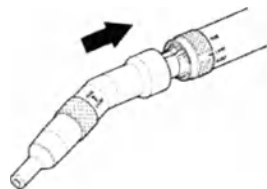

Рисунок 3. Установка насадки.
2. Правильно сориентировать насадку и надеть ее на рукоятку. Далее надавить на нее и повернуть до тех пор, пока она не встанет на свое место (рис. 3).